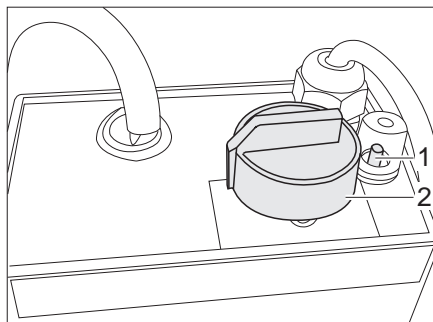

Bild 120 Reglage för elektrisk golvvärme
- Vrid vridregulatorn (Bild 120,2) till önskad värmeeffekt.
- Vrid vridregulatorn (Bild 120,2) till ställning "0".
Om regulatorn överbelastas aktiveras överbelastningsskyddet. Stiftet (Bild 120,1) hoppar ut.
- Tryck in stiftet (Bild 120,1) på överbelastningsskyddet när regulatorn har svalnat.